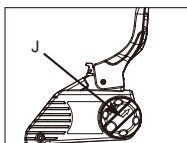
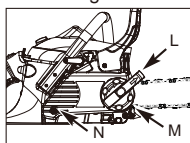

Fig. 3F
Fig. 3G
10. Rotiți butonul (J) ANTIORAR până când aripa de antrenare (K) ajunge la capătul cursei. (Fig. 3F)
12. Strângeți șurubul (N) și respectați pasul 13 pentru a modifica tensiunea în lanț.
13. Rotiți inelul de tensionare a lanțului strâns, în sens orar (M); trageți butonul de control în direcția săgeții (L) pentru a strânge în sens orar și apoi apăsați înapoi butonul de control. (Fig.3G)